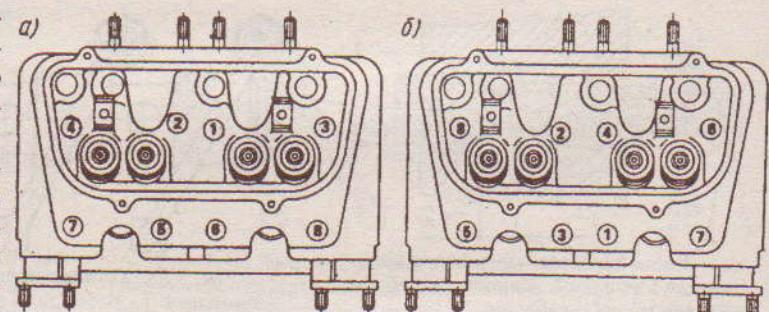

Рис. 2.56. Порядок затяжки гаек головок цилиндров: а – предварительная затяжка; б – окончательная затяжка
- ✓ после проведения регулировочных работ крышки головок цилиндров установить на место. Порядок затяжки гаек головки цилиндров в соответствии с рис. 2.56.